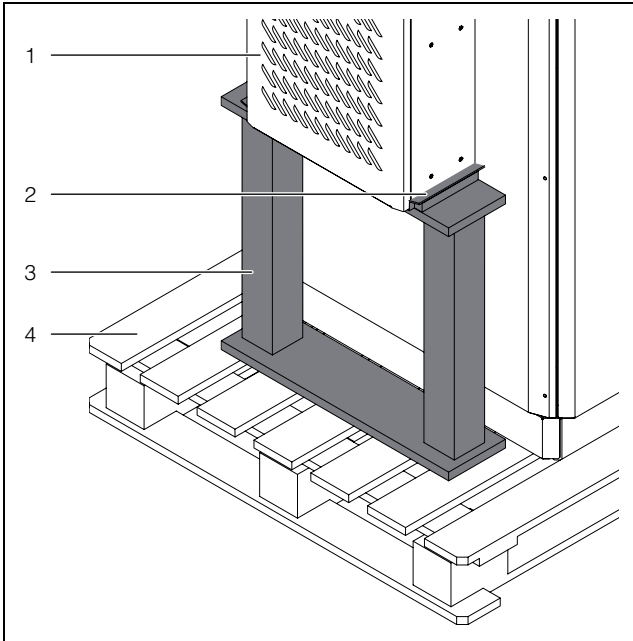
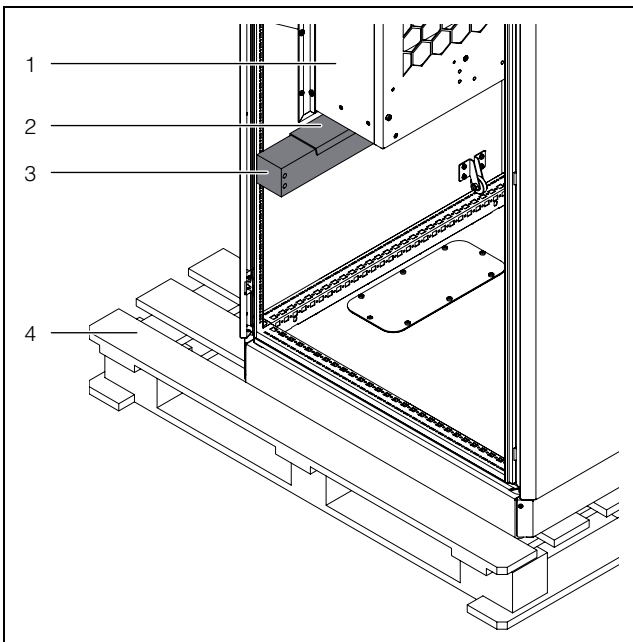

Fig. 4 : calage de transport pour climatiseur monté en saillie
Fig. 5 : calage de transport pour climatiseur monté en intégration
- Des cales de transport doivent être utilisées lors du transport de climatiseurs déjà montés sur l'armoire électrique (ex : cornière ou planche – fig. 4 et fig. 5). Ces cales soutiennent le climatiseur et empêchent son affaissement en cas de chocs. Pour éviter d'endommager la peinture, il faudrait poser un film mousse entre les pièces en bois équarri et le climatiseur.